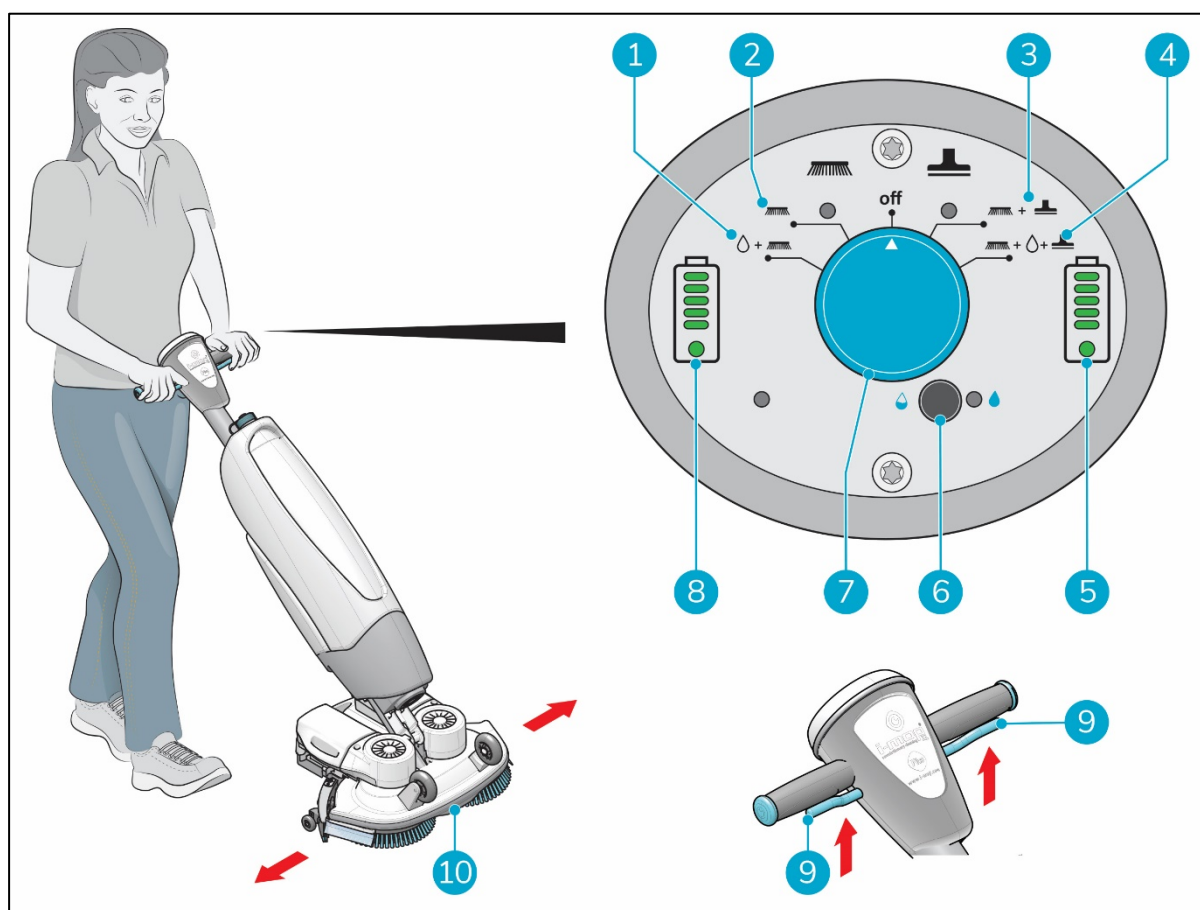

Figure 17
5. Choisissez votre mode de nettoyage via l'interrupteur principal (Figure 17, pos 7). Cela activera également l'i-mop XL pro.
- MODE 1 : brosse + eau/solution de nettoyage (Figure 17, pos 1).
- MODE 2 : brosse uniquement (Figure 17, pos 2).
- MODE 3 : brosse + aspiration (Figure 17, pos 3).
- MODE 4 : brosse + eau/solution de nettoyage + aspiration (Figure 17, pos 4).
7. Appuyez sur la gâchette de la poignée (Figure 17, pos 9).
10. Dirigez en tournant doucement la poignée vers la gauche ou la droite pour déplacer la plate-forme de récurage (Figure 17, pos 10).
11. Relâchez la gâchette (Figure 17, pos 9) pour arrêter immédiatement l'i-mop XL pro. Le moteur d'aspiration s'arrête après 3 secondes.